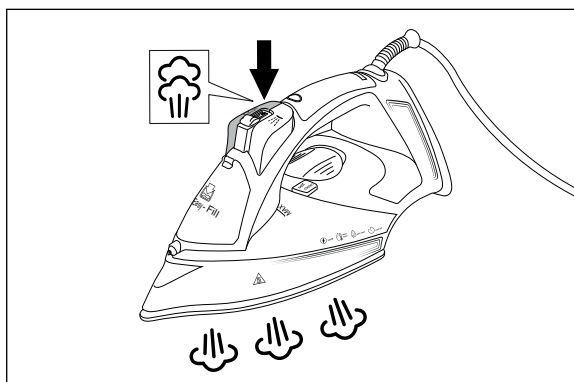

Fig. 6
- 3) Tryk flere gange med et interval på ca. 5 sekunder på knappen til dampskud **4** (se fig. 6).
- 5) Ret vanddysen **1** mod et håndklæde, og tryk på knappen for sprayfunktionen **5** ca. 20 gange (se fig. 6).